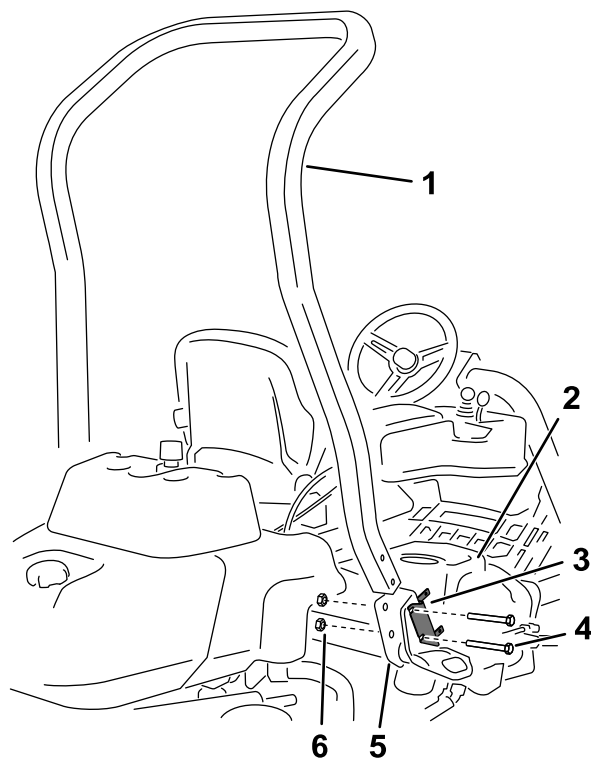

Figure 3
4. Retirez les 2 boulons qui fixent le support du porte-fusibles au support du système ROPS, comme montré à la Figure 3.